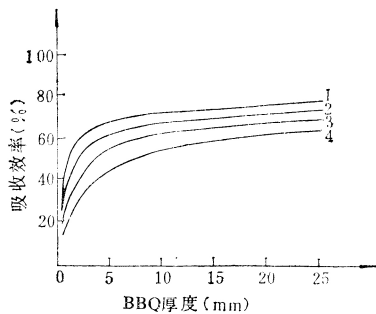

图 4 BBQ 吸收效率与浓度、厚度的关系
(2) 吸收效率。BBQ 对蓝色荧光的吸收与 BBQ 的浓度和厚度有关。浓度越高,厚度越大,效率越高。图 4 表示了这一关系。一般来讲,为了得到较高的吸收效率而采用浓度大并且比较厚的 BBQ 波移棒。但是浓度大则自吸收严重,波移棒越厚则死空间越大。所以常用的厚度为  $\sim 5\text{mm}$ , 常用的浓度是  $50-150$  毫克/升。
(3) 衰减长度。因为自吸收, BBQ 本身辐射出的绿色荧光的强度随着传输的距离而减弱,当强度减弱到原来的  $e$  分之一时,其荧光所传输的距离为衰减长度。当 BBQ 波移棒的截面比较大时,衰减长度可达  $4-5$  米。这说明棒的透明度很好,有利于荧光的传输。不过当棒的截面太小,表面光洁度不好时,衰减长度就不太长了。
(4) 荧光衰减时间。BBQ 绿色荧光的辐射不是瞬时的,开始很强,然后逐渐变弱,经过一段时间强度变为原来的  $e$  分之一,我们把这段时间称为荧光衰减时间。BBQ 的荧光衰减时间很短,只有  $\sim 10.7\text{ns}$  (毫秒)。这对于时间响应快的闪烁计数器来讲是很有利的。